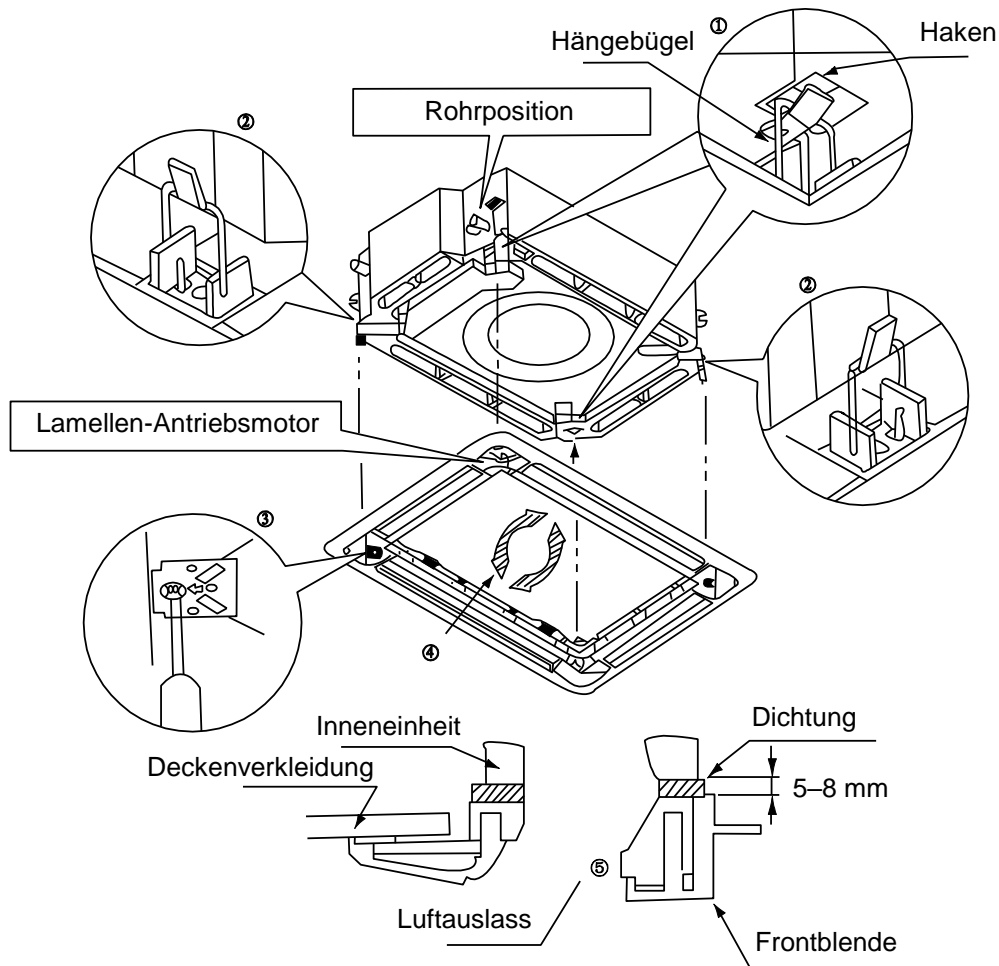

Abb. 34
4. Passen Sie die Lage der Frontblende in Pfeilrichtung (siehe Bild 34) an.